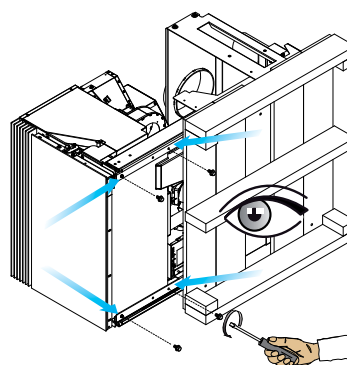
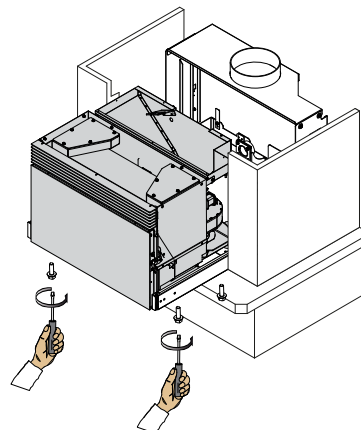

fig. 6.1.5
fig. 6.1.11
- 5) Desatornillar los pernos de fijación de los raíles ubicados bajo la máquina (fig. 6.1.5).
- 11) Montar nuevamente los pernos de fijación que antes se habían retirado según la fig 6.1.5 (fig. 6.1.11)